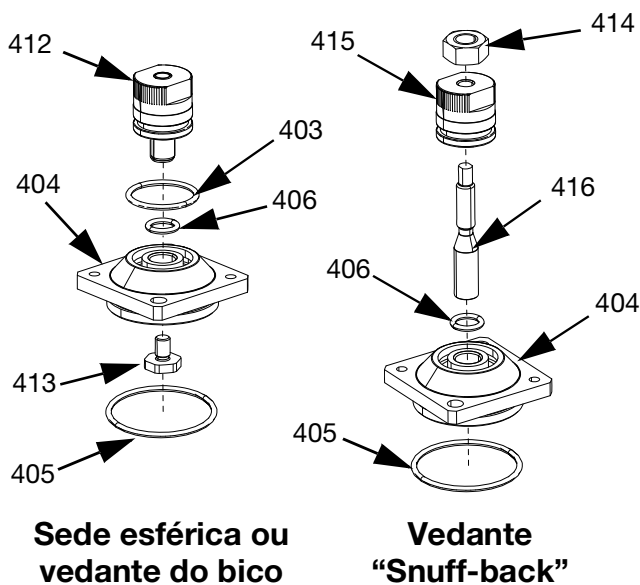
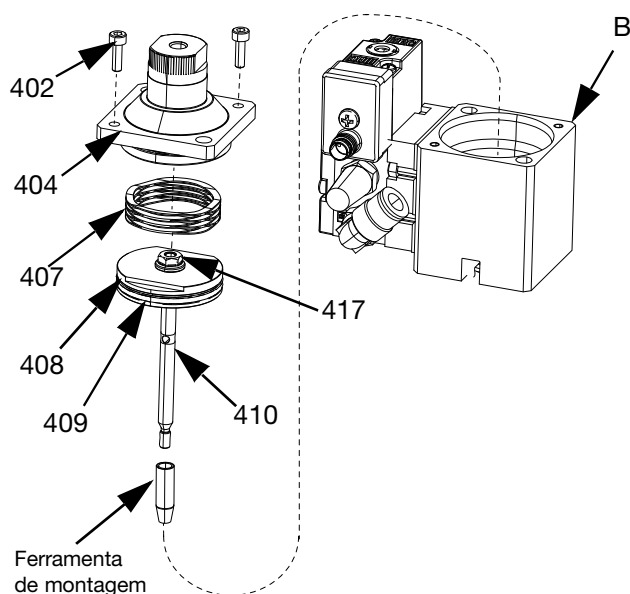

FIG. 21
FIG. 22
1. Para montar a tampa do cilindro do ar (404) nas válvulas com conjuntos de sede esférica ou vedante do bico:
- a. Instale o o-ring (403) no conjunto do botão (412). Coloque o o-ring (406) na tampa do cilindro de ar (404). Consulte a FIG. 21.
- b. Lubrifique o o-ring (403) no conjunto do botão (412) e enrosque-o na tampa do cilindro de ar (404). Consulte a FIG. 21.
- c. Aplique o adesivo azul anaeróbio fornecido nas roscas do batente de ajuste (413) e enrosque-o no conjunto do botão (412). Aperte a um binário de 8-10 pol.-lbs (0.90 - 1.2 N•m). Consulte a FIG. 21.
2. Para montar a tampa do cilindro do ar (404) nas válvulas com conjuntos de bico snuff-back:
- a. Monte o o-ring (406) na tampa do cilindro de ar (404). Insira o adaptador da haste (416) na tampa do cilindro de ar (404). Consulte a FIG. 21.
- b. Monte o o-ring (405) na tampa do cilindro de ar (404). Consulte a FIG. 21.
- c. Enrosque o conjunto do botão (415) e a porca de bloqueio (414) no adaptador da haste (416). Consulte a FIG. 21.
3. Para montar a secção de ar (B) nas válvulas com conjuntos de sede esférica ou vedante do bico:
- a. Substitua o o-ring (408) do pistão caso este esteja riscado, cortado ou gasto. Consulte a FIG. 22.
- b. Aplique a ferramenta de montagem na ponta da haste do pistão (410) e depois insira-a na secção de ar (B). Consulte a FIG. 22.
- d. Coloque a mola (407) no topo do pistão (409). Consulte a FIG. 22. Substitua a tampa do cilindro de ar (404) e insira os parafusos (402). Pressione a tampa do cilindro de ar (404) para comprimir a mola (407). Aperte a um binário de 8-10 pol.-lbs (0.90 - 1.12 N•m).